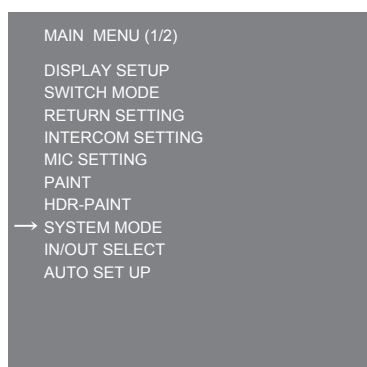

図 1
- 5 〈SELECT〉ダイヤルボタンを回して [SYSTEM MODE] にカーソル（矢印）を移動させる。（図 1）